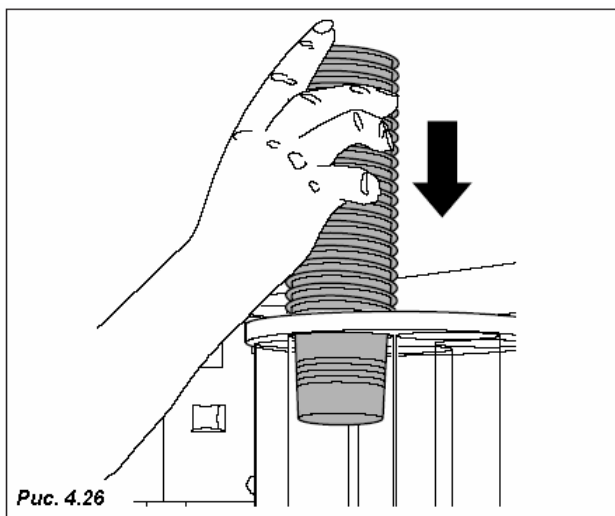

Рис. 4.26
- Убедитесь в том, что стойка со стаканчиками не совмещена с отверстием для выдачи, затем заполните все отсеки поочередно, вращая стойку сначала против часовой, а затем по часовой стрелке, затем закройте дверь и включите торговый автомат, при этом стойка должна автоматически повернуться и занять исходное положение (Рис. 4.26).